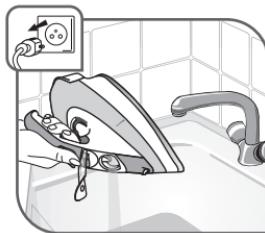

Fig.17
- Húzza ki a lábatat a konnektorból és ürítse ki a tartályt – fig.17.